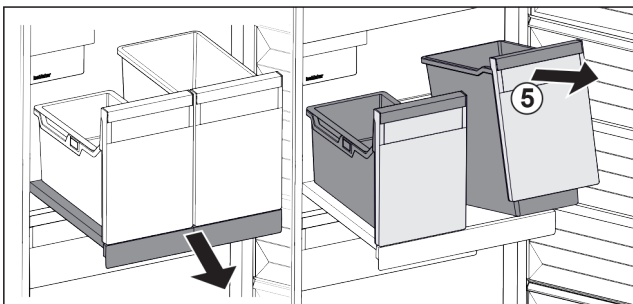

Fig. 33
- ▶ Soulever les bacs *Fig. 33 (5)* par l'avant.